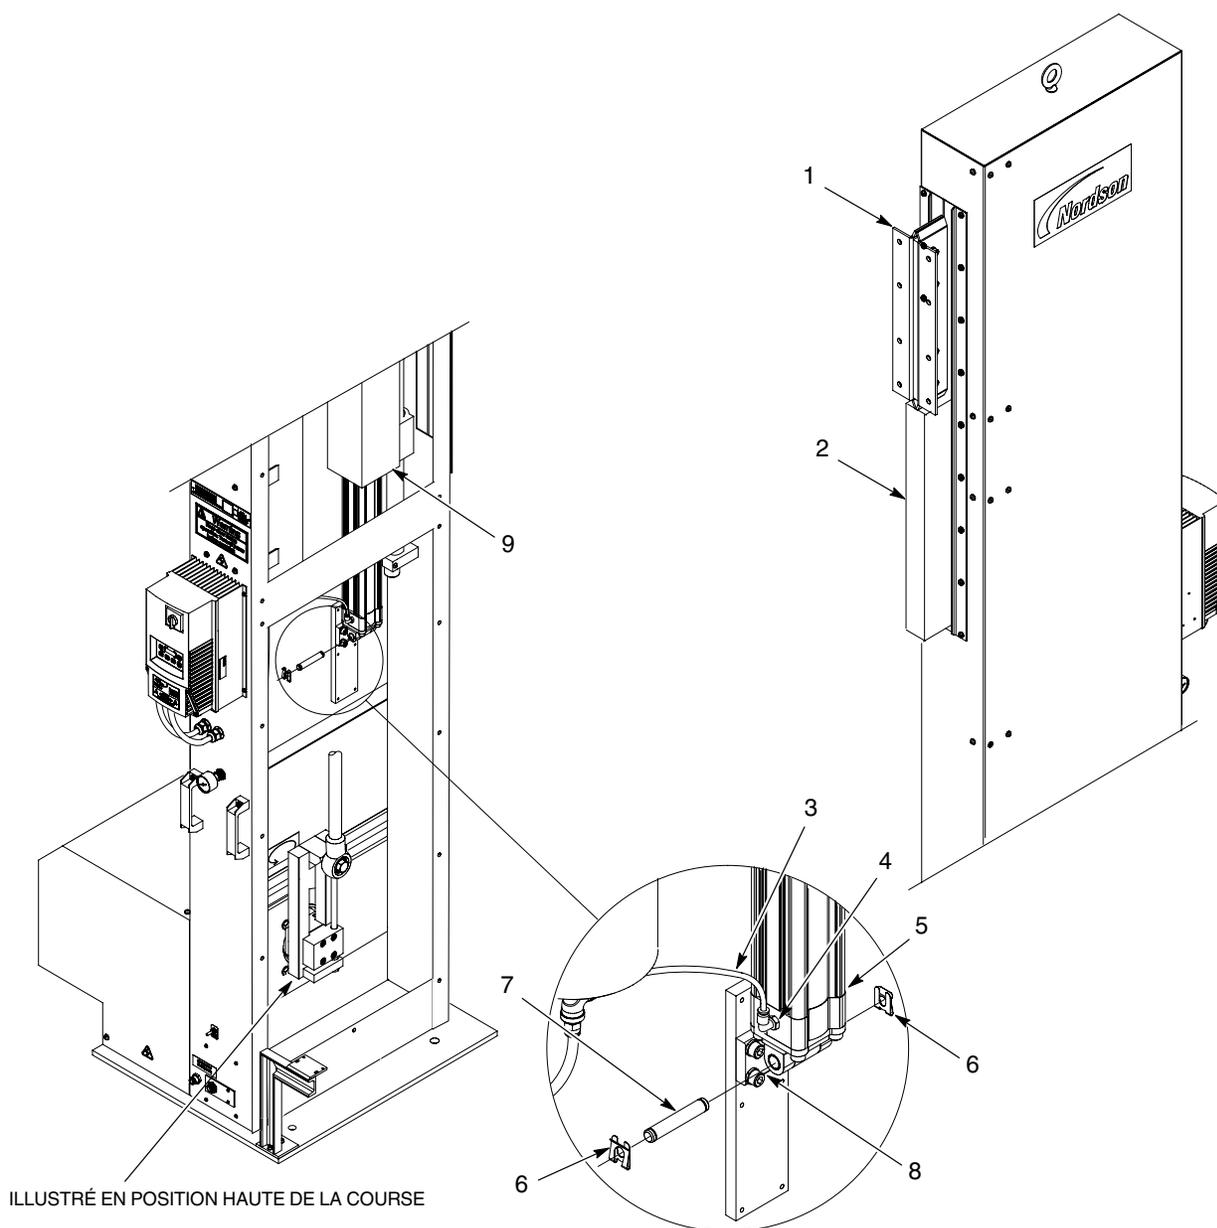
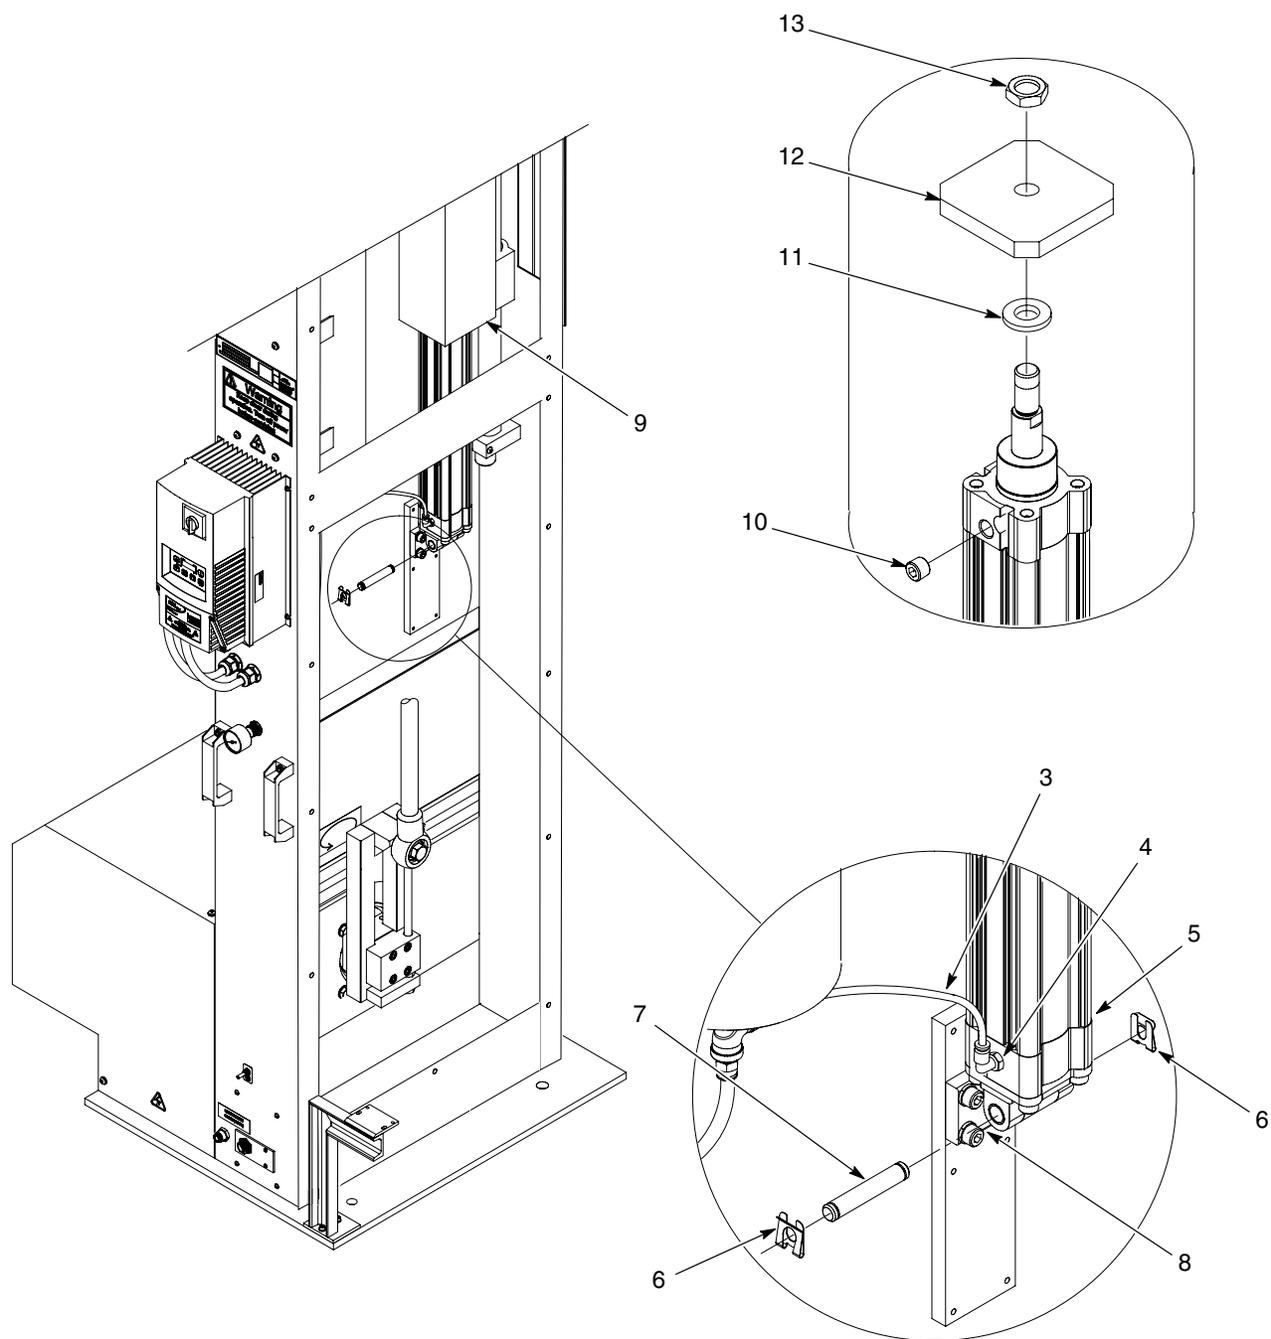

Fig. 19 Pose du vérin pneumatique
Fig. 20 Pose du vérin pneumatique
1. Voir la figure 19. Amener le chariot à pistolet (1) en position haute de la course. Bloquer le chariot à pistolet (1) à l'aide d'une cale comme illustré (2).
2. Monter le vérin pneumatique dans le tube de fixation de bloc palier (9). Fixer le vérin pneumatique à l'aide de la goupille (7) et des clips (6).
3. Brancher la conduite d'air (3) au raccord du vérin pneumatique (4).
4. Amener le chariot à pistolet (1) en position basse de la course en retirant prudemment la cale (2). Le chariot à pistolet devrait se décaler vers le bas.
3. Voir la figure 20. Débrancher la conduite d'air (3) du raccord du vérin pneumatique (4).
4. Retirer les clips (6) et la goupille (7) qui fixent le vérin pneumatique (6) au support (8). Retirer le vérin pneumatique du tube de fixation de bloc palier (9).
- a. Retirer le raccord (4), le purgeur (10), la rondelle (11), la plaque support (12) et l'écrou de blocage (13) de l'ancien vérin pneumatique.
6. Monter le vérin pneumatique neuf (5) dans le tube de fixation de bloc palier (9). Fixer le vérin pneumatique à l'aide de la goupille (7) et des clips (6).
7. Brancher la conduite d'air (3) au raccord du vérin pneumatique (4).
8. Voir la figure 19. Amener le chariot à pistolet (1) en position basse de la course en retirant prudemment la cale (2). Le chariot à pistolet devrait se décaler vers le bas.